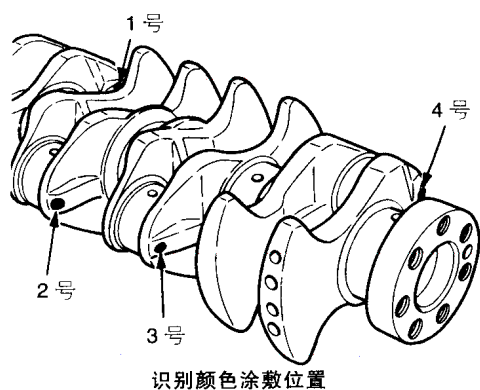

图 2-99 曲轴识别颜色涂敷位置
(5) 安装连杆轴承时, 如果要更换轴承时, 请按照曲轴的识别颜色进行选择和安装(图 2-99 和表 2-6)。